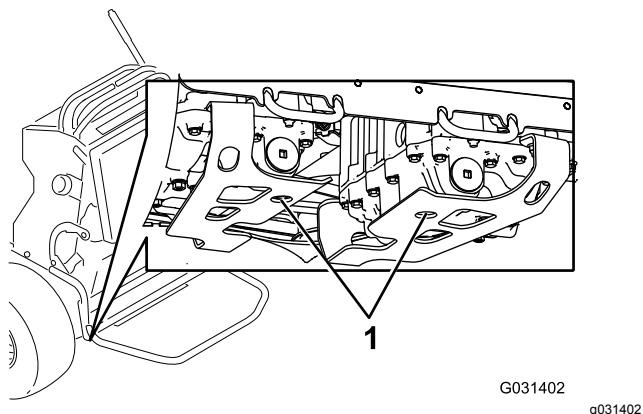

図 67
3. トランスマッisionの底部にあるドレンプラグの下にオイルを受ける容器を置く図 67。